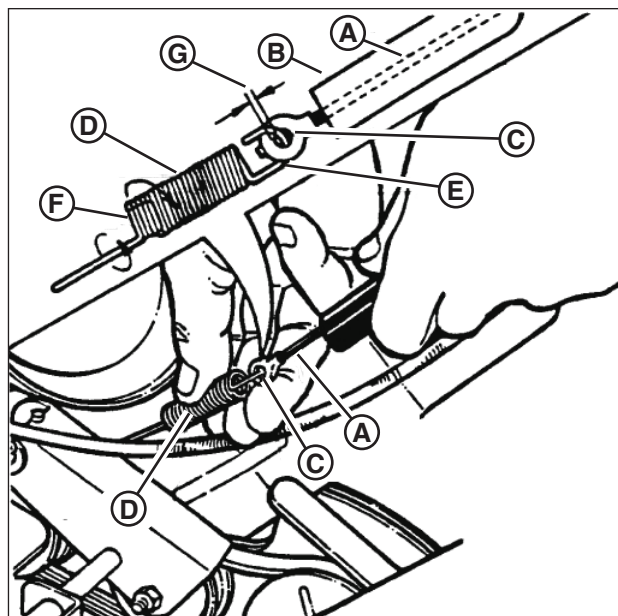

Figure 23: Réglages de la commande d'entraînement de roue
1. La commande d'entraînement de roue est bien réglée lorsqu'un dégagement de 1/16 po (1,58 mm) à 1/8 po (3,18 mm) (**G**, **Figure 23**) existe (entre l'intérieur du crochet à ressort (**E**) et l'intérieur de l'œil du câble d'embrayage (**C**) avec la commande d'entraînement de roue relâchée.